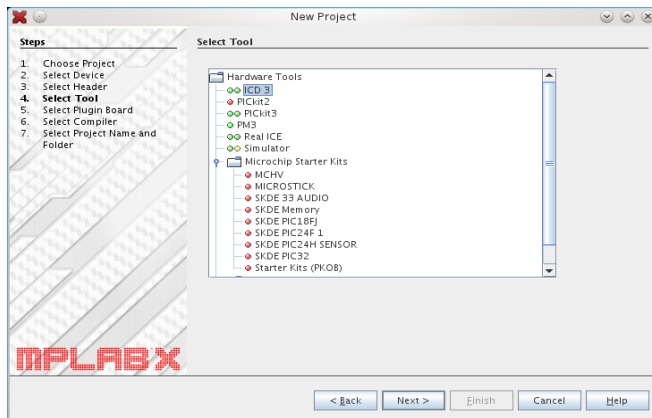

Figura 3
5. Deixar a opção por defeito em “Hardware tools” (ICD3) e fazer “Next” (Figura 3)